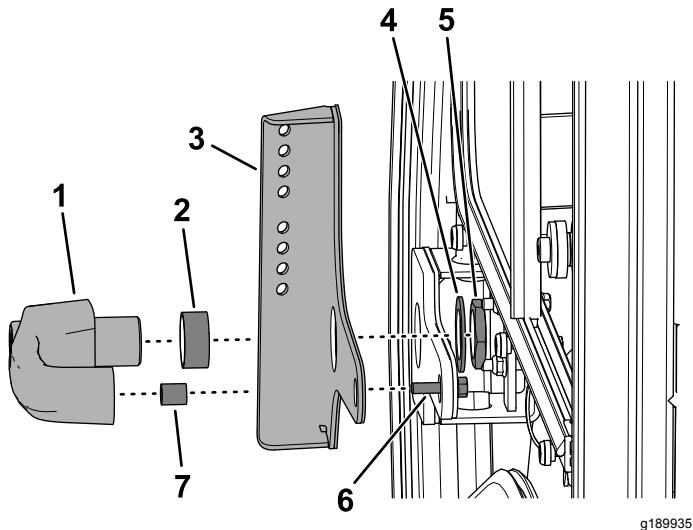

Figura 4
- Montate la maniglia dello sportello utilizzando l'attacco dello specchietto fissato, il dado di montaggio, la rondella, la vite a testa flangiata (6 x 25 mm) e i 2 distanziali rimossi in precedenza (Figura 4).